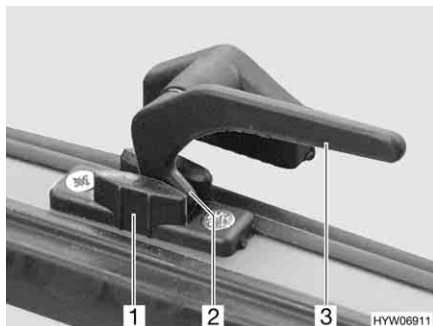

Fig. 66 Leva di serraggio in posizione "Aerazione continua"
- In posizione di "Aerazione continua" (Fig. 66)
- Ruotare la leva di serraggio (Fig. 66,3) di un quarto di giro verso il centro della finestra.
- Girare nuovamente all'indietro la leva di serraggio. Riportare contemporaneamente il nasello di chiusura (Fig. 66,2) nella rientranza della chiusura della finestra (Fig. 66,1).